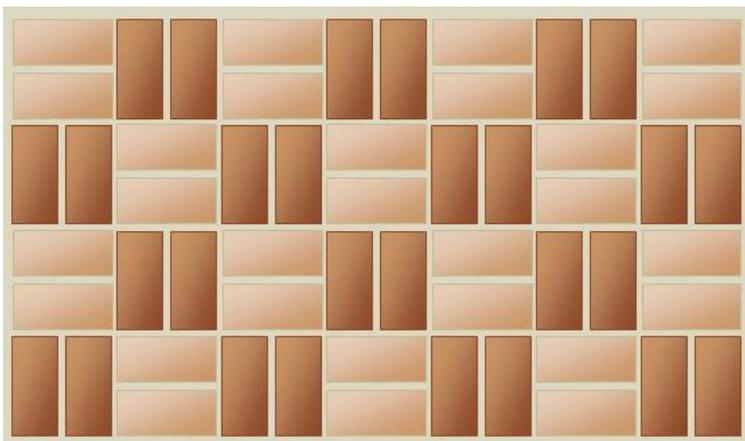

Figura 01 - Paginação: *basket weave*
- disposição dos blocos de concreto conforme a paginação do projeto modelo “basket weave” – Figura 01 abaixo e colocação de uma camada de areia fina por cima (que será responsável pelo rejunte) e nova compactação, cuidando para que os vãos entre as peças sejam preenchidas pela areia;